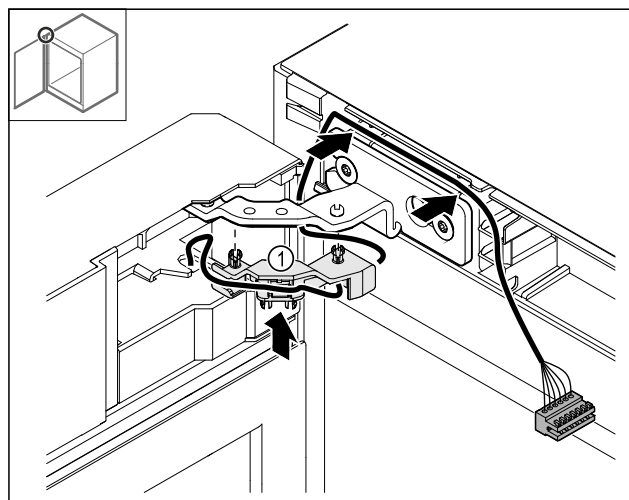

Fig. 49
- Pousser le support de câble Fig. 49 (1) dans la charnière.